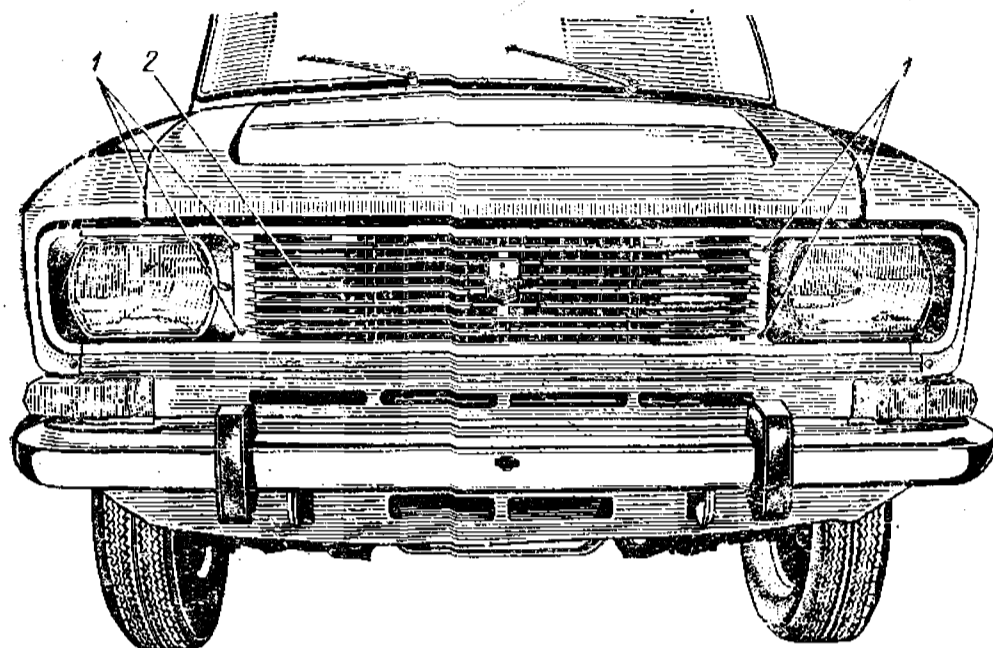

Рис. 86. Положение винтов, крепящих облицовку радиатора:
4. Отверните шесть винтов 1 (рис. 86) крепления облицовки радиатора к кузову и снимите облицовку.